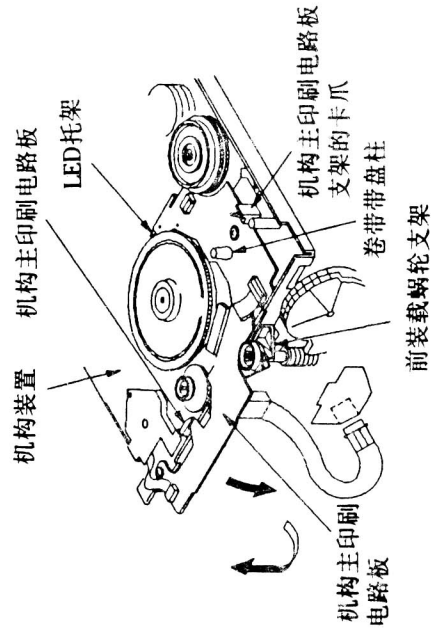
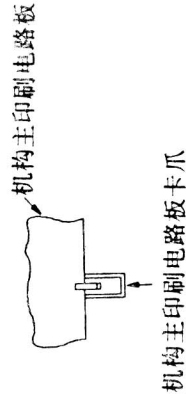

图57
图58
⑥按图57、图58所示,从在前机构装置上的机构主电路板的保持卡爪上松开机构主电路板,并轻轻地举起机构主电路板;